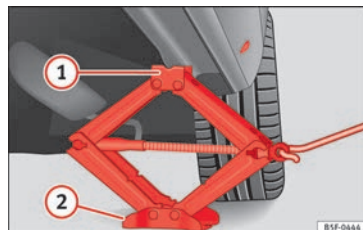

Fig. 84 Mise en place du cric.
- Tournez la manivelle du cric*, placé sous le point d'appui du bas de caisse, pour le lever jusqu'à ce que l'ergot **①** » **fig. 84** se trouve sous le logement en plastique prévu à cet effet.
- Alignez le cric* de sorte que l'ergot **①** « s'encastre » dans le logement en plastique prévu à cet effet sur le bas de caisse et que la plaque de base mobile **②** repose sur le sol. La plaque de base **②** doit tomber à la verticale par rapport au point d'appui **①**. »